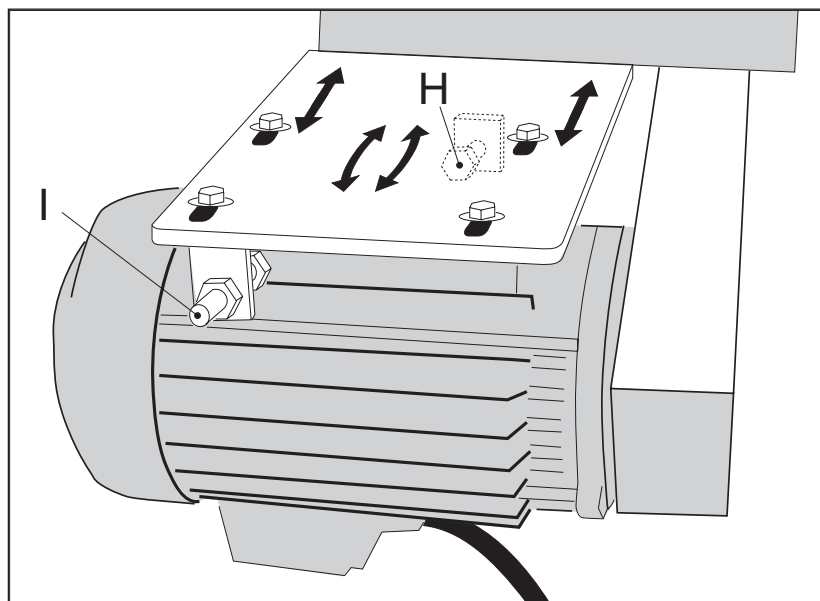

Fig. 15
- Kilrepen justeras (sträcker) genom att motorns fästbultar lossas (inte helt). Bulten **H** används för att sträcka/slacka kilrepen och bulten **I** används för att justera motorns vinkel i förhållande till kilrepen. Se *fig. 15*.